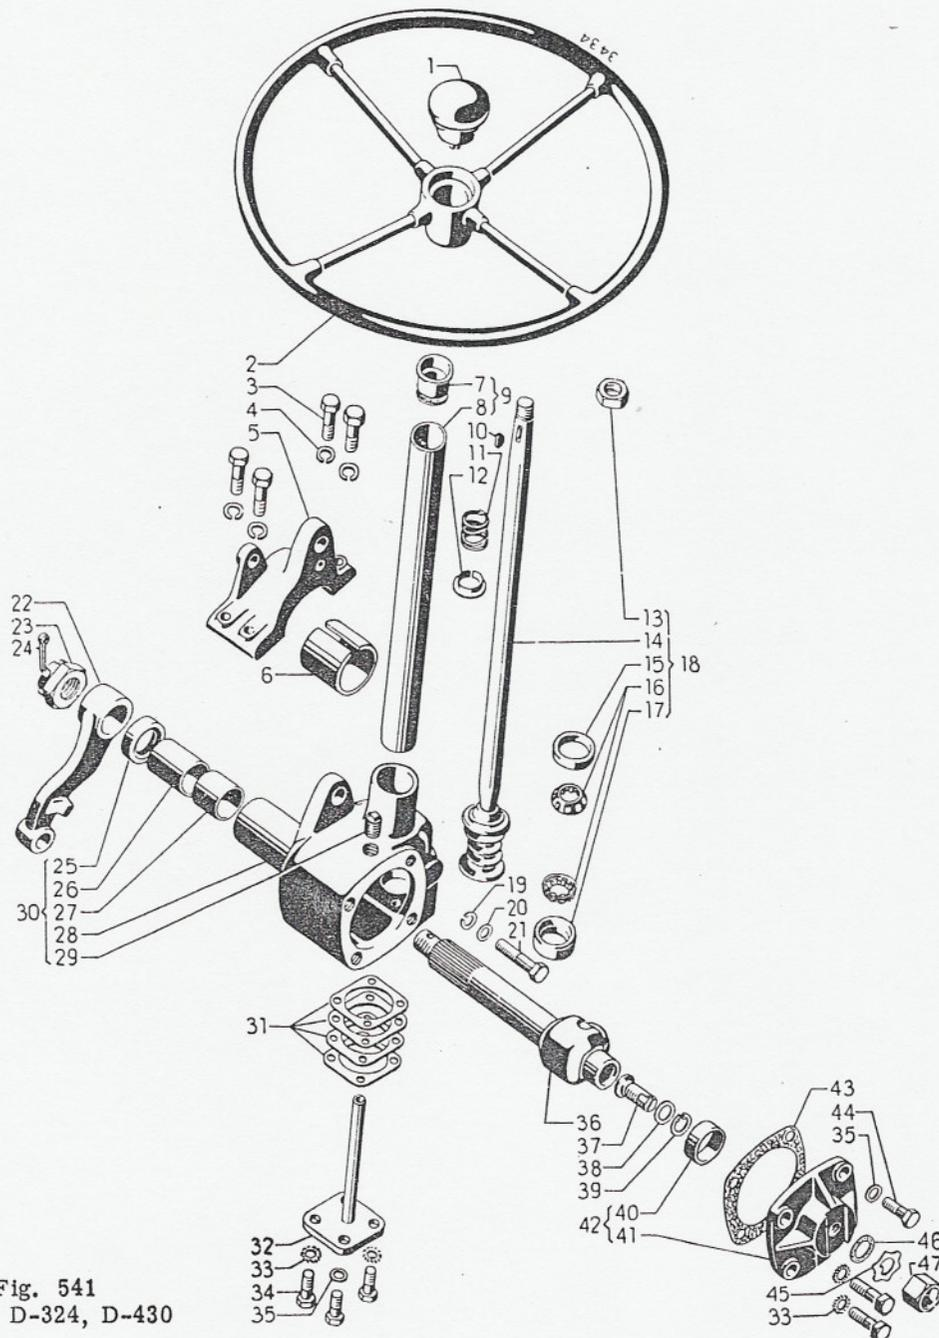

Fig. 541
Si nécessaire, sortir la bague (15), fig. 541, avec un jet approprié, du côté roue, à travers le manchon.